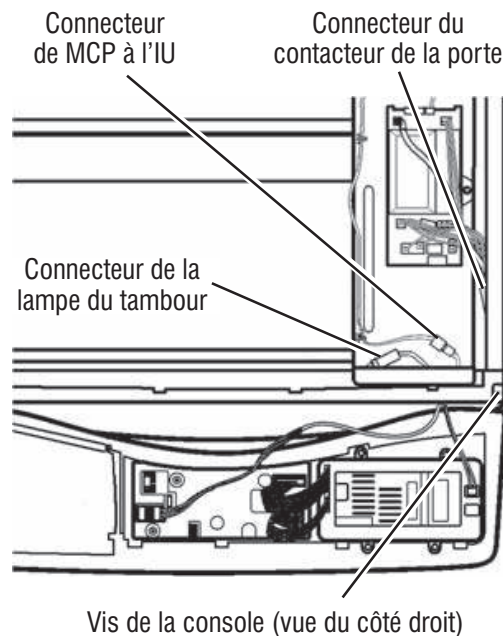

Figure 25 - Retirer la console.
A : Retirer la console (Figure 25)
2. Débrancher le câblage de lampe du tambour au niveau du connecteur en ligne (voir figure 25).
3. Débrancher le câblage de MCP à l'IU au niveau de la connexion en ligne (voir figure 25).
6. Débrancher le connecteur du contacteur de la porte (voir Figure 25, page 51).
10. Débrancher le connecteur de la lampe du tambour (voir Figure 25, page 51).